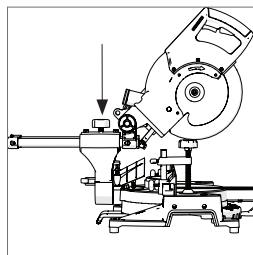

Рис. 24
- Затяните фиксатор каретки (**рис. 24**).